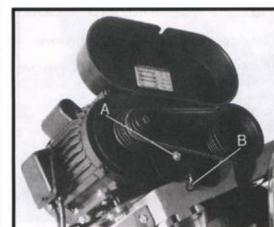

Fig. 2
5. Far scorrere la copertura della cinghia sui gruppi puleggia e fissarla con viti e rondelle (A, Fig. 2).
6. Chiudere il coperchio della cinghia e fissarlo con la manopola di bloccaggio (B).